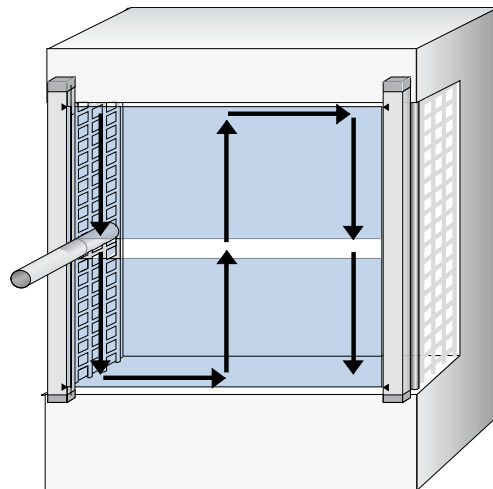

Рисунок 17: Проверка пробником: шаг 1
1. Медленно ввести пробник в контролируемую зону (например, проем в машине, как показано стрелками, см. рисунок 17, страница 29).